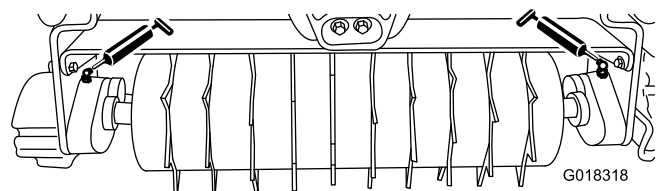

Рисунок 6
Заправляйте 2 масленки (Рисунок 6) на каждом узле бороны через каждые 15 часов работы универсальной консистентной смазкой № 2 на литиевой основе. Для получения наилучших результатов используйте ручной смазочный пистолет.
- Вводите смазку в масленки подшипников вала бороны до тех пор, пока не почувствуете сопротивление при вводе смазки (Рисунок 6).